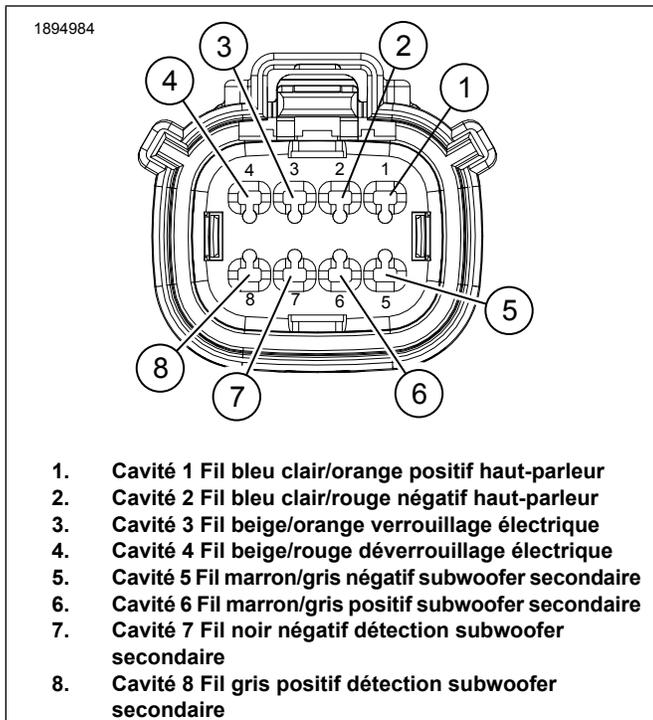

Figure 4. Connecteur [288B] Voir
- c. Voir la figure 4. Retirer les bouchons d'étanchéité des cavités 1 à 4 (comme demandé ci-dessous) dans le nouveau connecteur de faisceau 8 voies de la sacoche gauche [288B].
- d. Si le véhicule est équipé de haut-parleurs, installer le fil de haut-parleur bleu clair/orange dans la cavité 1 (1).
- e. Si le véhicule est équipé de haut-parleurs, installer le fil de haut-parleur bleu clair/gris dans la cavité 2 (2).
- f. Si le véhicule est équipé de verrous électriques, installer le fil de verrou électrique beige/orange dans la cavité 3 (3).
- g. Si le véhicule est équipé de verrous électriques, installer le fil de verrou électrique beige/orange dans la cavité 4 (4).